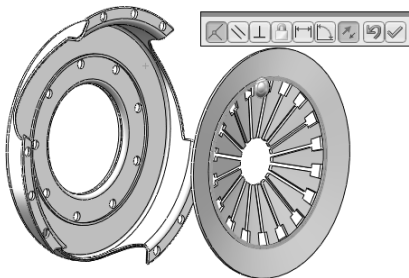

图 5-32 添加铆钉与支撑环的重合配合
STEP 9 添加铆钉冒缘平面与支撑环平面的重合配合，令铆钉与膜片弹簧在横向位置上固定，如图 5-32 所示。